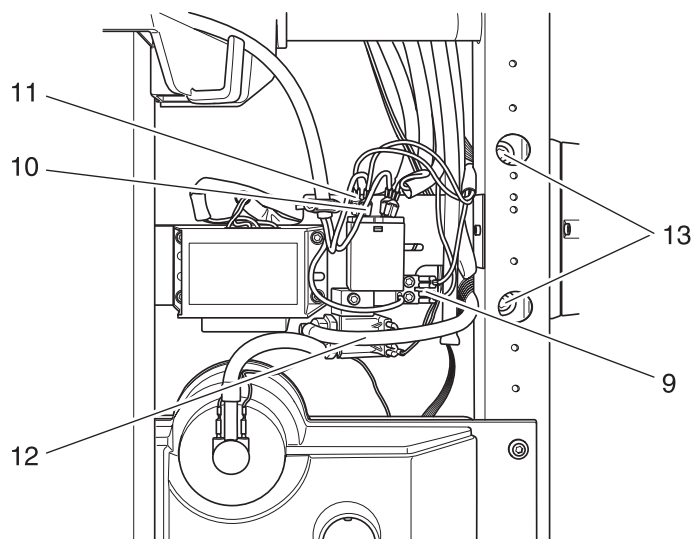

Fig. 7c
- Die Steckverbinder 9 bis 11 der Bedienfeld-Leiterplatte abziehen (Fig. 7c).